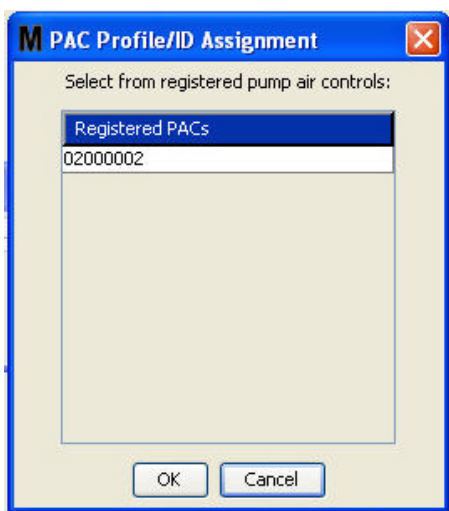

FIG. 114
4. Después de haber nombrado el PAC, haga clic en el botón Vincular. Aparecerá la pantalla Perfil/ Asignación de ID representada en la FIG. 114. Seleccione un PAC de la lista de controles de aire de bomba registrados. Haga clic en Aceptar para cerrar la pantalla y guardar los cambios. Consulte el manual de instrucciones del control de aire de bomba para obtener una descripción completa del procedimiento de registro del PAC. En el Apéndice A de este manual, en la sección Cómo registrar un control de aire de bomba de la página 161, también se proporcionan instrucciones.